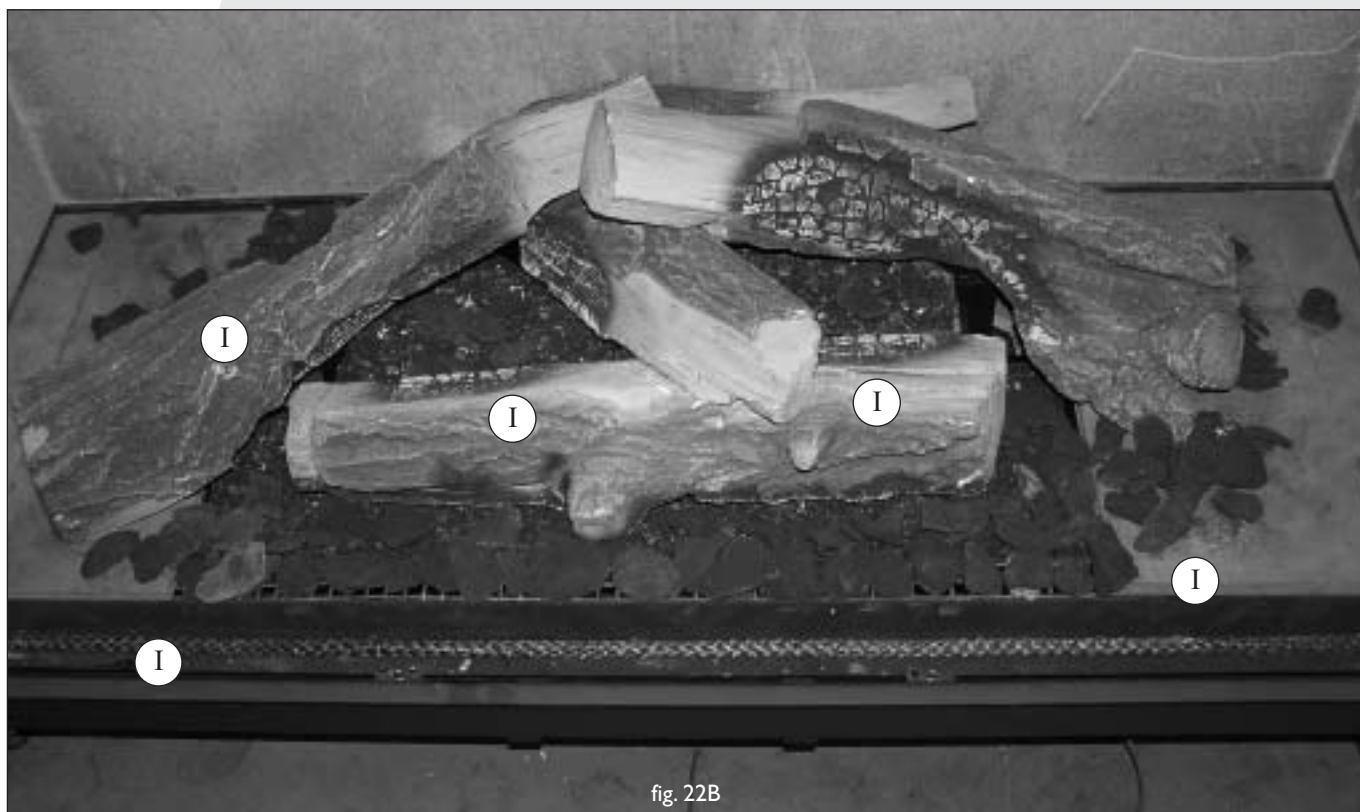

fig. 22B
- U mag vervolgens nog een kleine hoeveelheid chips op de ander branders leggen, voor het verkrijgen van een gloei-effect, zie fig. 22B. Let op dat u geen chips legt bij de overloop plaatsen van de branders. Dit zijn plaatsen waar de branders ontstoken worden door de "overloopbrander". (De achterste branders mogen niet geheel vol gelegd worden met chips. Een paar stukjes is toegestaan).
- Verdeel vervolgens nog wat chips rondom de stammen op de platen F en G, zoals aangegeven in fig. 22B.